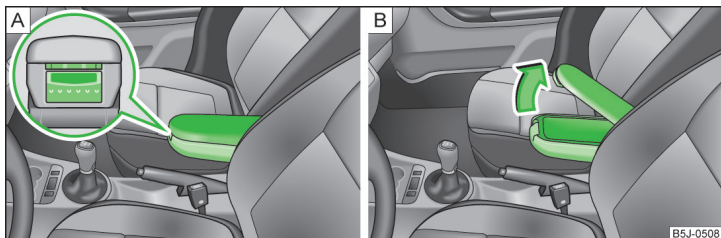

Fig. 86 Cotiera: Compartimentul de depozitare/Deschiderea compartimentului de depozitare
- Apăsăți tasta inferioară de pe partea frontală a cotierei » fig. 86 - **A**.
- Apăsăți tasta superioară și rabatați înspre în sus capacul compartimentului de depozitare » fig. 86 - **B**.